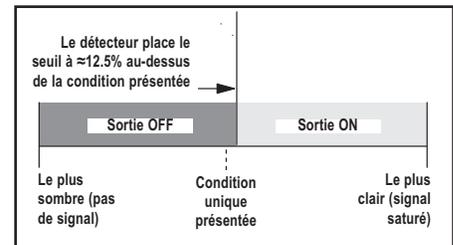

Figure 6. Paramétrage sombre (fonctionnement clair illustré)
- Définit un seuil à environ 12,5% au-dessus de la condition présentée (voir la figure 6).